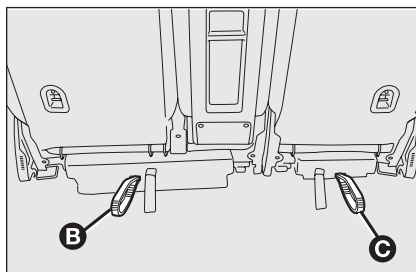

fig. 111
El asiento trasero está desdoblado. Además es posible desplazar en sentido longitudinal los asientos posteriores accionando desde el maletero mediante las manijas **B** o **C**-fig. 111; tirar las manijas y al mismo tiempo desplazar los asientos hacia delante. Esta operación es útil para aumentar la capacidad de carga del maletero.
- ☐ verificar que los asientos estén en posición completamente hacia atrás con las manijas **B** o **C**-fig. 111;